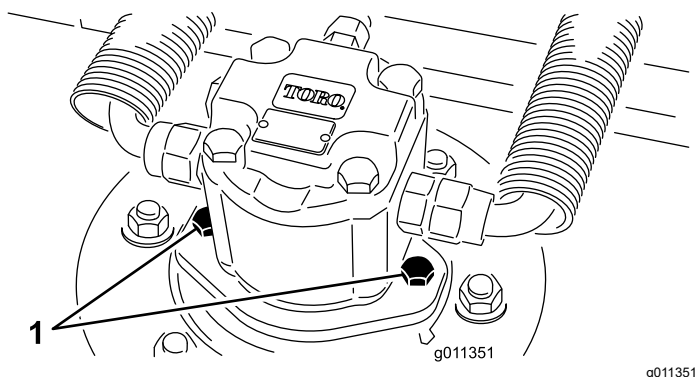

Figure 124
2. Débranchez et déposez le moteur hydraulique de l'unité de coupe (Figure 124). Couvrez le dessus de l'axe pour éviter toute contamination.
3. Posez le moteur hydraulique sur l'unité de coupe (Figure 124). Vérifiez que le joint torique est en place et en bon état.